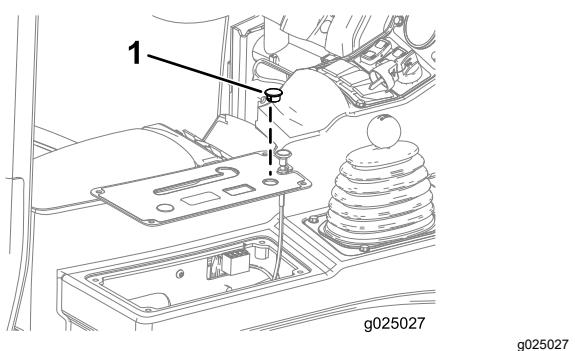

図 15
4. コントロールパネルのカバーの前側についている、丸いプラグを外す図 15。